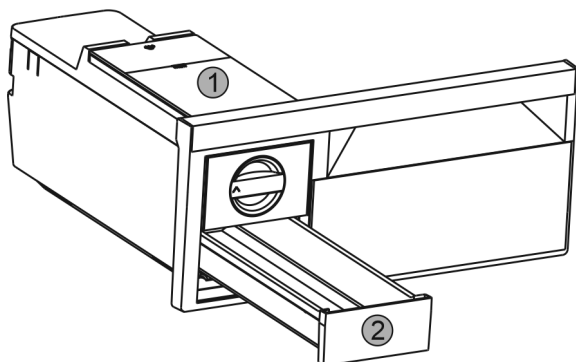

Fig. 55
- Enlever le réservoir d'eau Fig. 55 (1) et le tiroir à glaçons Fig. 55 (2).